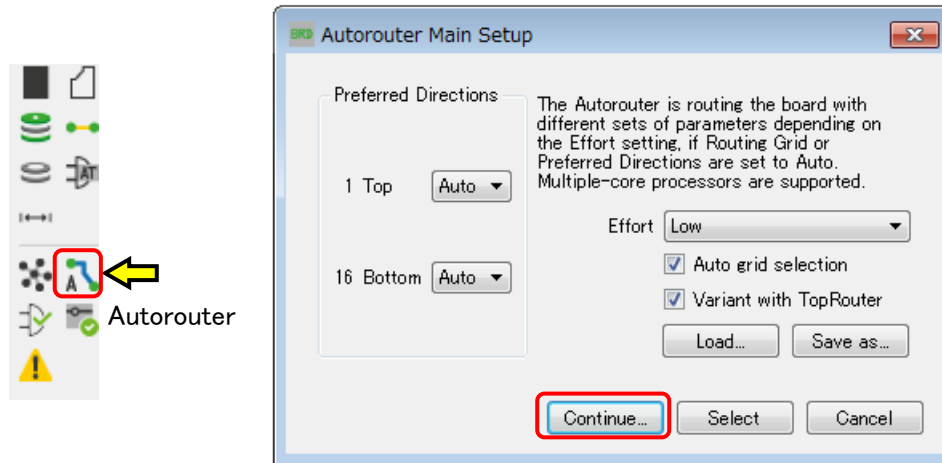

図 28
⑤ ①②と同様に Bottom レイヤーに外形線より 0.5mm 内側にポリゴンを描き GND と名前を付けます。このとき Top レイヤーを非表示にします。
⑥ Top レイヤー非表示を表示にもどします。
⑦ グリッドを配線用の 25mil にもどします。
(9) 自動配線(Auto Route)の実行
- ①  Autorouter コマンドをクリックすると Autorouter Main Setup が開きます。[Continue]ボタンをクリックします。図 28